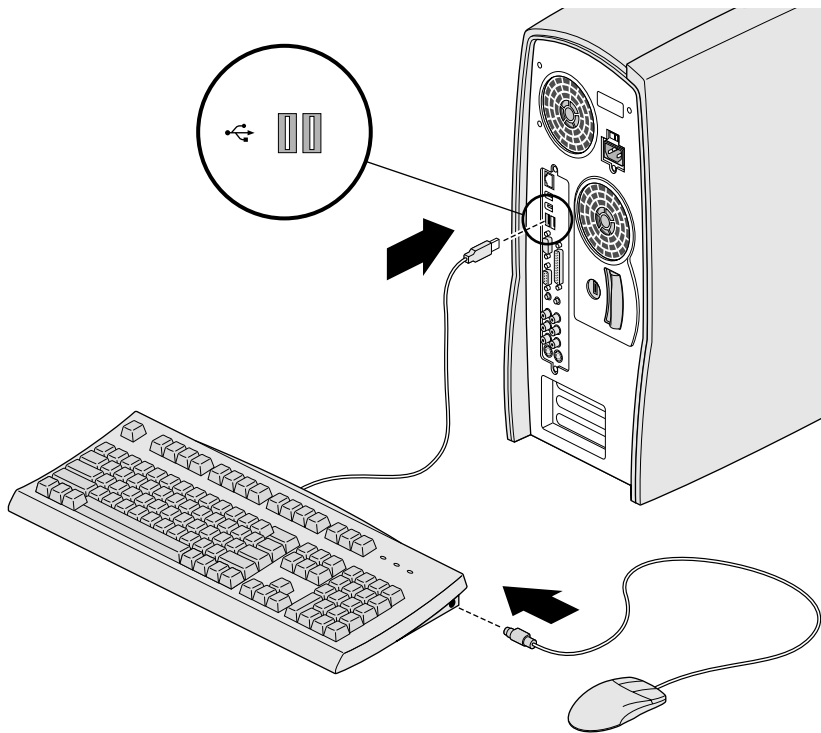

图 1-3 连接鼠标与键盘
2. 连接 PS/2 鼠标与键盘，如图 1-3 所示。将键盘连接到系统最左边的 USB 连接器上。